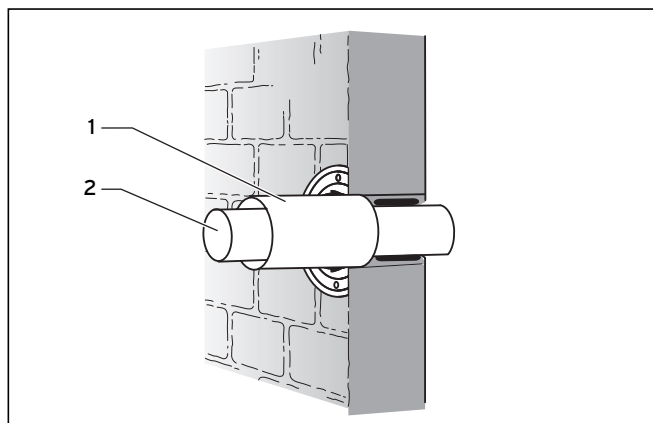

Fig. 4.10 Montage du raccord
- Coupez la conduite d'air/d'évacuation des fumées conformément aux indications de la fig. 4.10.